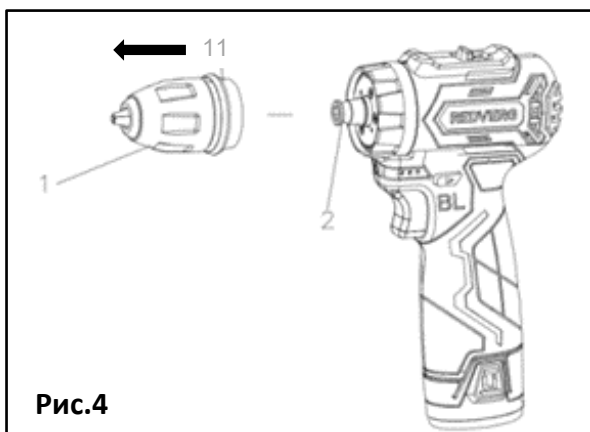
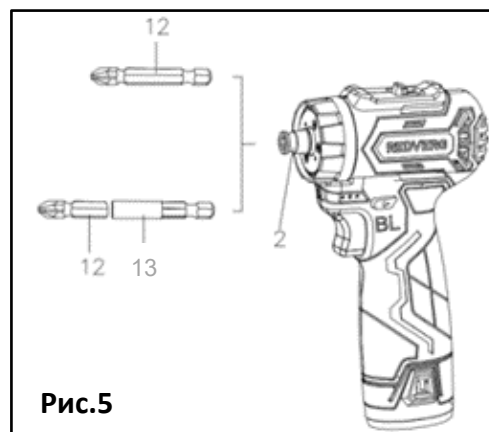

Рис.4
Рис.5
Для установки биты на вал шпинделя с внутренним шестигранником (2) потяните втулку патрона (11) вперед и снимите быстрозажимной патрон (1) Рис.4. Установите биту (12), магнитный удлинитель (13) или сверло с шестигранным хвостовиком во внутренний шестигранник вала (2) Рис.5.